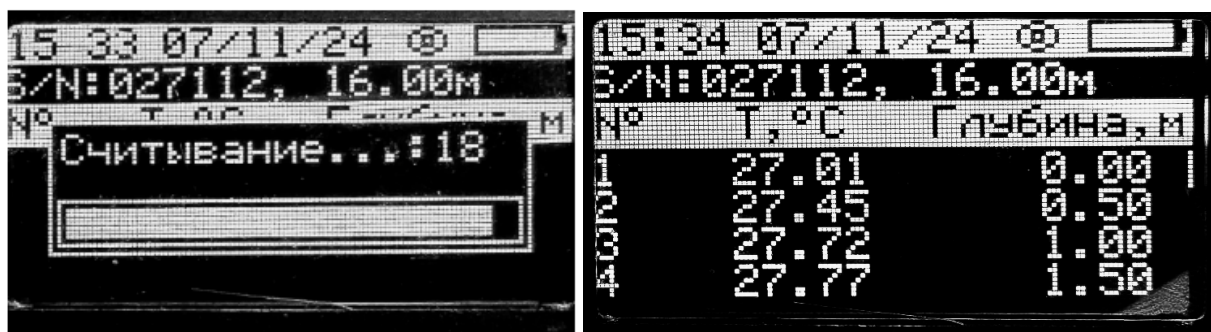

Рисунок 13. Загрузочная полоса при считывании данных с ИТМ2 и отображение результатов.
- Нажатием клавиши «Enter» (Рисунок 9) активируется команда на получение данных с ИТМ2 (Рисунок 13). После заполнения загрузочной полосы на дисплей будут выведены результаты измерений.